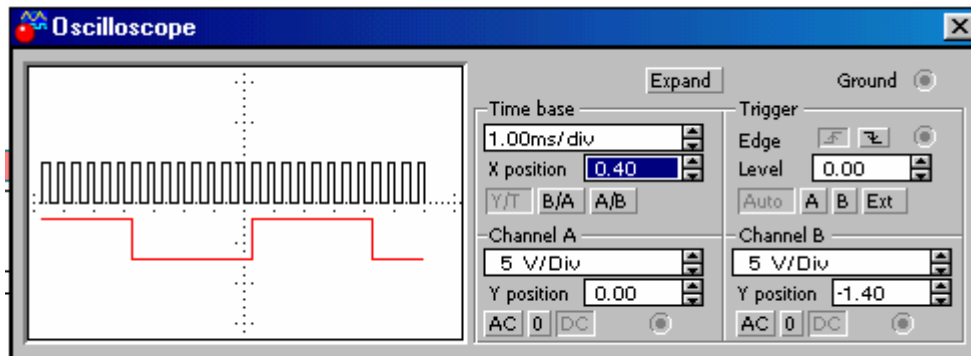

Рисунок 4.5
4.2.10 Встановити час розгортки у віконці **“Time base”** таким, щоб на екрані спостерігалось не менше одного періоду вихідного сигналу (рис. 4.5).